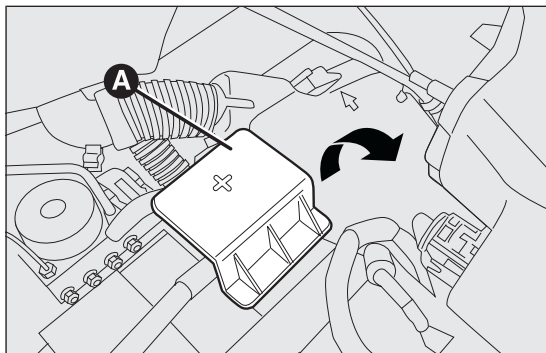

fig. 158
- ☐ quitar la tapa A fig. 158 de protección del polo positivo de la batería levantándolo hacia arriba;